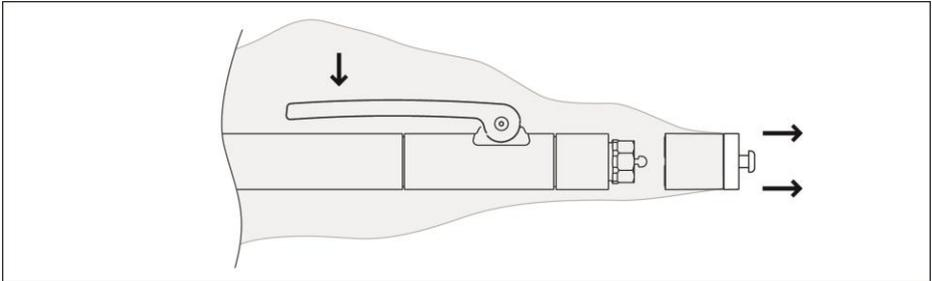

Abbildung 14
(N) Die Hülle vom Aktuator entfernen, indem Sie am Koppelteil ziehen und dabei gleichzeitig den Handgriff auf dem Aktuator vollständig eindrücken (siehe Abbildung 14)